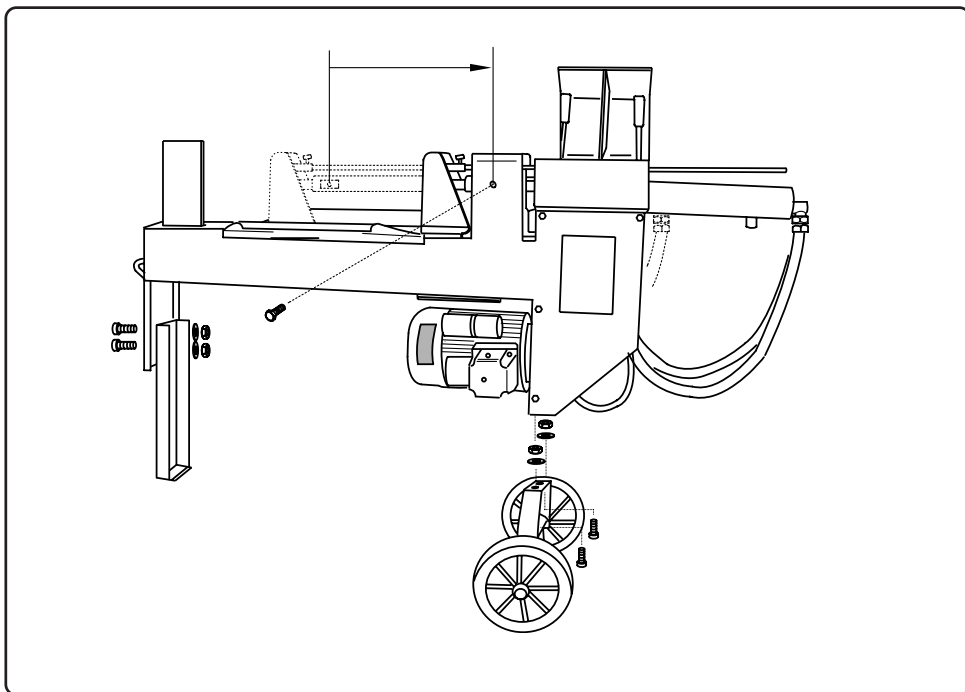

Abb. 2
- Nach Öffnen der Verpackung des Behälters (mit der unfallverhütenden Vorsichtsmassnahmen und Einhaltung der vom Anwendungsland vorgeschriebenen ökologischen Vorschriften bezüglich der Entsorgung), die Maschine flach hinlegen, den Zylinder nach aussen wie vom Pfeil angegeben in die Arbeitsposition bringen, und ihn mit den beiden Schrauben und Unterlegscheiben entsprechend Abb. 2 befestigen.
Anschliessend den untersatz des fusses und die Räder des Gestelles Verwendung der Schrauben, der Unterlegscheiben und der Muttern entsprechend Abb. 2 befestigen.